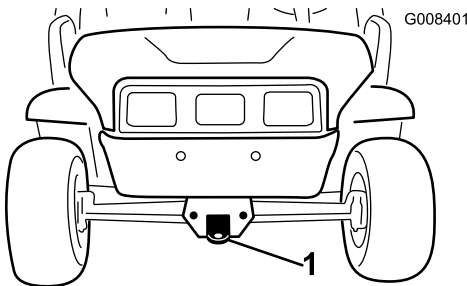
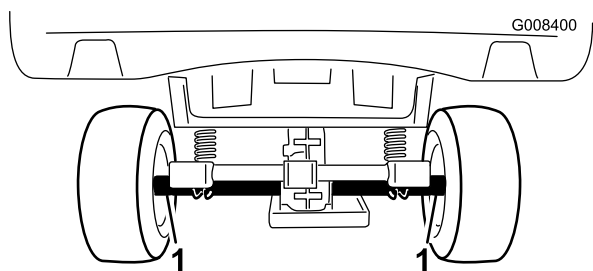

Figura 19
Figura 20
Para transportar el vehículo largas distancias, debe llevarse el vehículo sobre un remolque. Asegúrese de que el vehículo está firmemente sujeto sobre el remolque. Consulte en Figura 19 y Figura 20 la ubicación de los puntos de amarre.
2. Conecte un cable de remolque al punto de remolque, en la parte delantera del bastidor de la máquina (Figura 19).